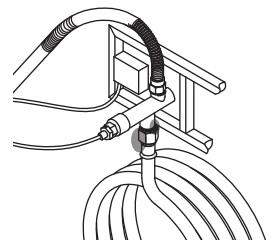

Figure 8
- Του σωλήνα και της εισόδου αερίου της συσκευής (βλ. Figure 8)